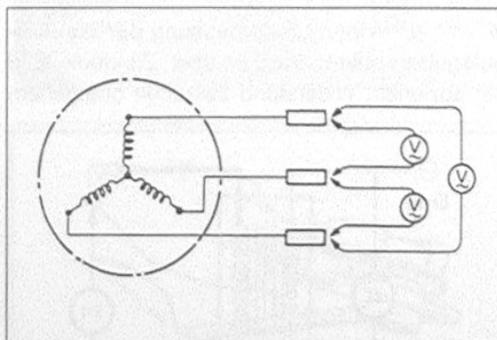

Bild 84
- Lastfreie Leistung des Generators messen: Wechselspannungsmessgerät direkt an Generatorleitungen anschliessen (Bild 84), Motor starten und Drehzahl langsam erhöhen. Bei 5000/min muss Spannung mindestens 75 Volt betragen.